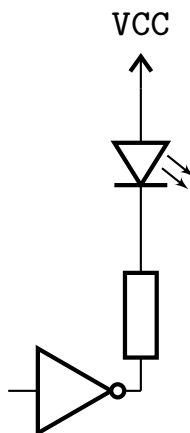

FIGURE 4 – Commande d'une LED avec une porte NOT à collecteur ouvert (circuit 7405)
**Contrôle** On veut à présent que la LED s'allume de manière contrôlée. Pour cela, on utilise une porte avec une sortie à collecteur ouvert. Cette sortie est soit connectée à la masse, soit laissée flottante, en fonction de la valeur de l'entrée. Le montage est donné en Figure 4.